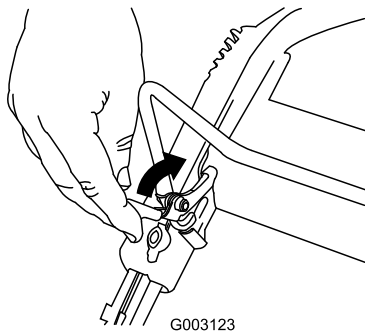

Figura 19
1. Tire hacia atrás del mecanismo de bloqueo de la barra de control (Figura 19).